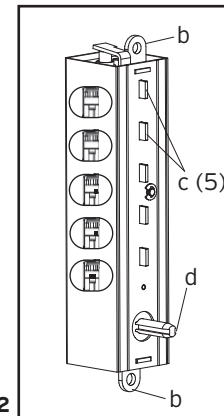

Fig. 2
1. Tenir l'alvéole d'une main par la patte vissée (b) à chaque bout avec les tiges des clés (c) devant vous et la tige de contrôle (d) en bas (voir la figure 2).
2. À l'aide de pinces ou l'équivalent, tourner la tige de contrôle (d) anti-horairement et relâcher pour vider l'alvéole (voir la figure 2).